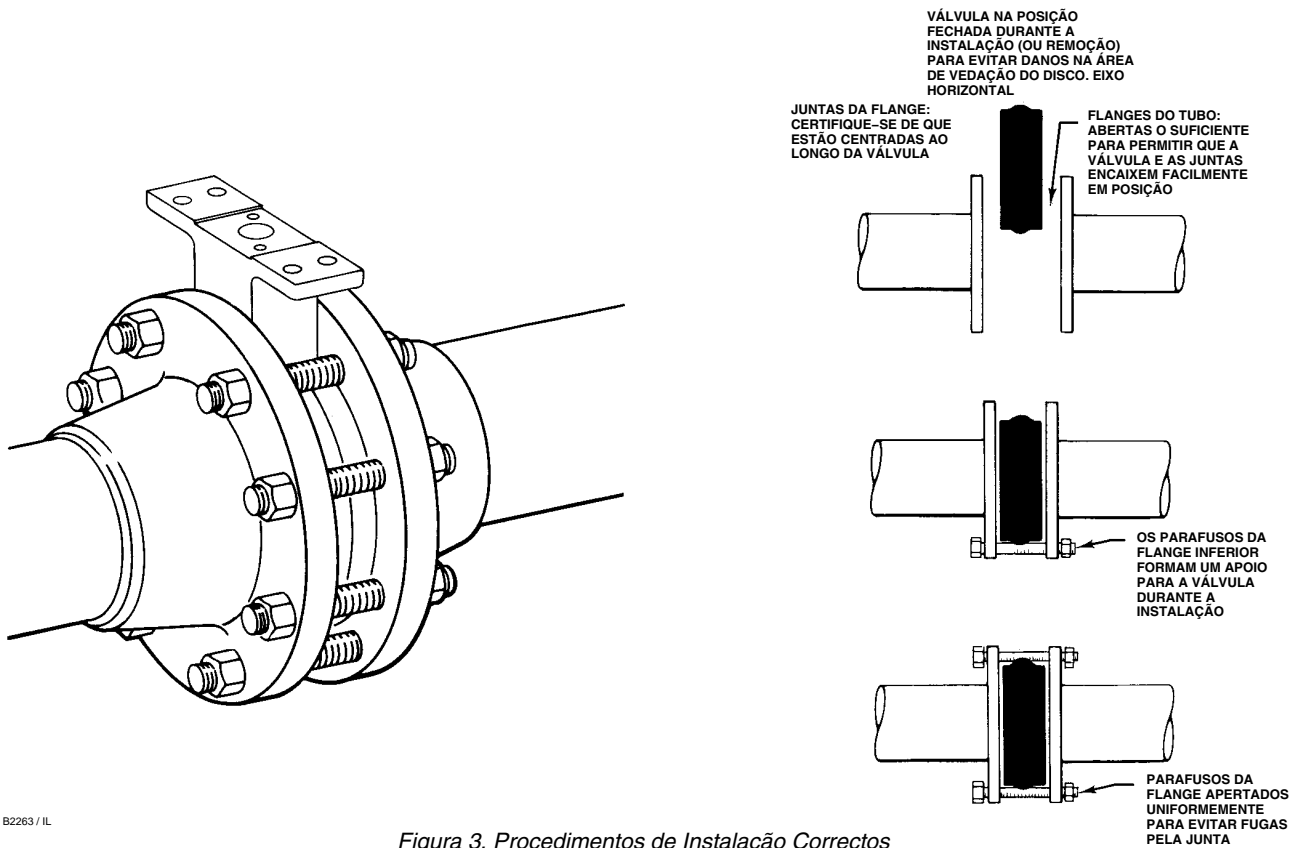

Figura 3. Procedimentos de Instalação Correctos
- Consulte a figura 3. Instale os parafusos de flange inferior primeiro para formar um apoio para a válvula.
7. Antes de remover a válvula do tubo, certifique-se de que o disco da válvula está fechado. Consulte a figura 3. Rode o eixo no sentido dos ponteiros do relógio até o disco entrar em contacto com o dispositivo de paragem interno ou o dispositivo de paragem do deslocamento do actuador (se ainda estiver instalado). O S gravado no eixo deve ficar alinhado com o S no corpo da válvula.